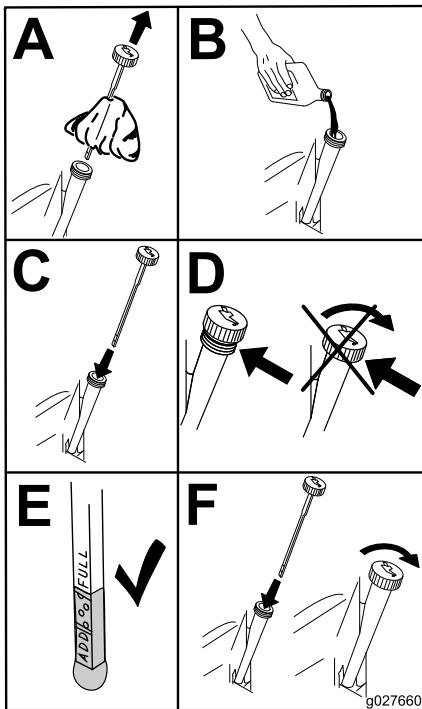

Bild 46
5. Gießen Sie langsam ungefähr 80 % der angegebenen Ölsorte in den Einfüllstutzen und füllen Sie dann vorsichtig mehr Öl ein, um den Ölstand an die **Voll**-Markierung zu bringen (Bild 46).